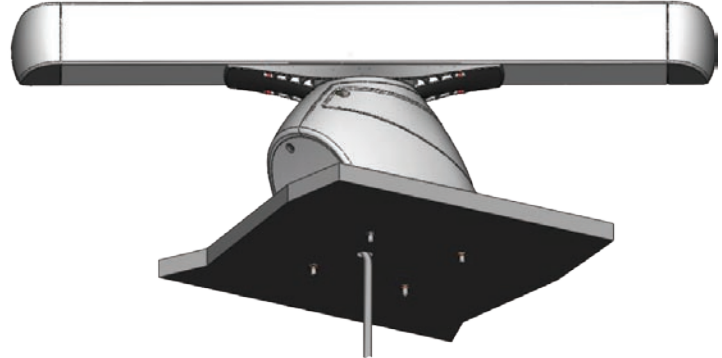

Figure 8
3. Acheminez les câbles d'alimentation et réseau par l'avant du radar (Figure 7) ou par un trou percé dans la surface de montage (Figure 8). Evitez de courber ou de tordre les fils de manière excessive.